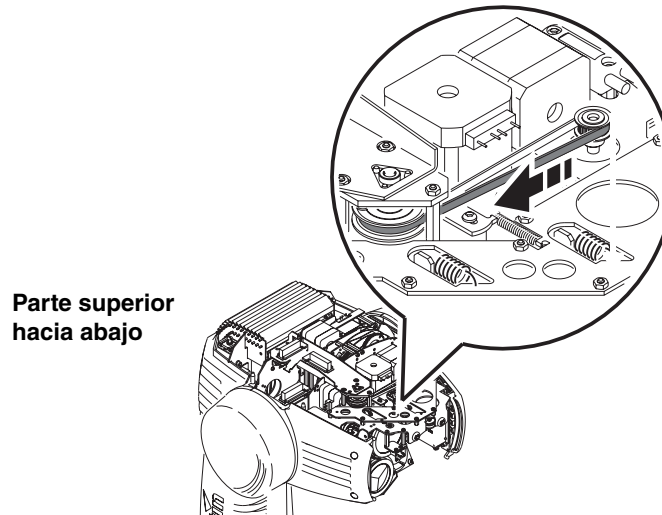

Figura 17: Mover la lente de enfoque hacia adelante
5. Girar la cabeza de arriba a abajo. Mover la lente de enfoque hacia su límite anterior tirando de su polea tal y como muestra la Figura 17.